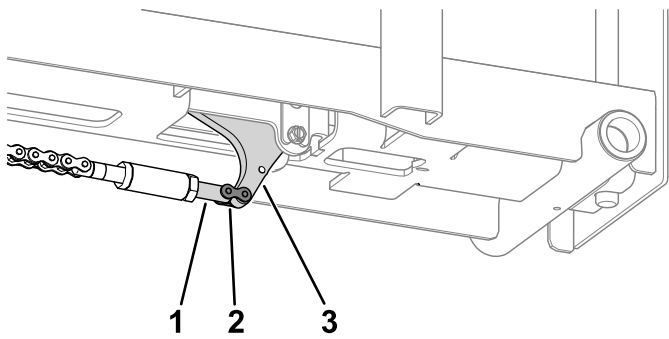

Bild 14
8. Verwenden Sie ein Kettenglied, um das Kettenspannschloss am Radanschlag zu befestigen (**Bild 14**).